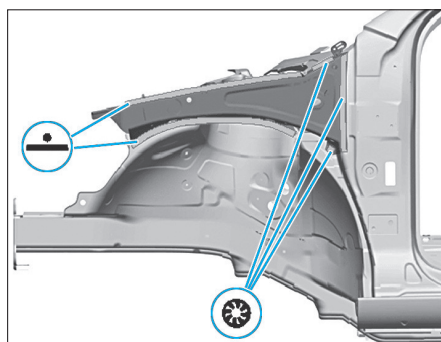

FIG. 18
- Souder le longeron supérieur extérieur de passage de roue à la pointeuse électrique et par bouchonnage (Fig.18).